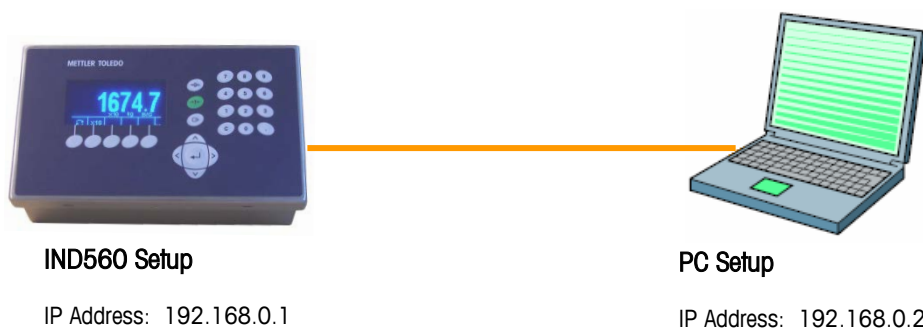

Figura B-3: Esempio di configurazione indirizzo IP (per configurazione con cavo incrociato o con concentratore)
3. Il PC e il terminale IND560 devono avere indirizzi IP univoci. I numeri dell'indirizzo IP devono essere gli stessi, laddove il subnet mask è 255, ma differenti laddove il subnet mask è 0. Vedere l'esempio nella Tabella B-8 e nella Figura B-3, di seguito riportate.